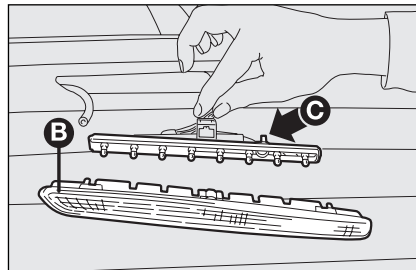

Рис. 33
- снимите рассеиватель **В**, **рис. 33**, и отсоедините электрический разъем;
- нажмите на фиксаторы **С**, **рис. 33**, и извлеките патрон лампы;